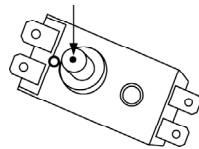

Рис. 7\*\*
- нажать до щелчка кнопку, расположенную по центру термовыключателя рис. 7 или на термостате;